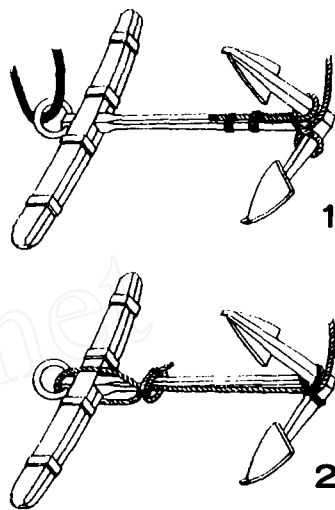

图6 锚标绳的绑系
a. 以锚标绳在锚冠和锚臂处打丁香结,然后将锚标绳的短端用细绳绑牢固定于锚柄上,另一端系于锚标下端,如图6(1)。
b. 将锚标绳经由锚冠沿锚柄通向锚环,在锚冠与锚臂结合部用细绳将锚标绳捆牢于锚上,然后将锚标绳穿过锚环,再绕回头围绕锚柄与锚标绳横向转绕一圈,用细绳将两个围圈部绑牢,如图6(2)。